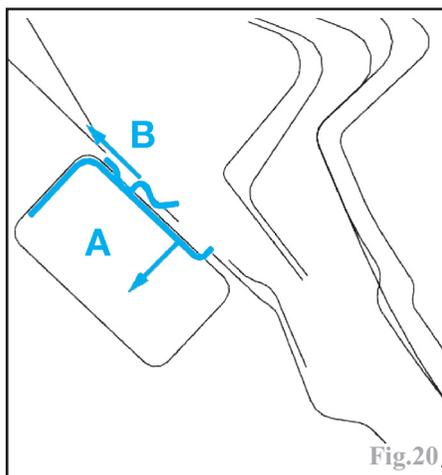

Fig.20
Dégager le verrouillage en (A) et pousser vers (B) pour décliper les agrafes du coussin gonflable rideau (Fig.20)